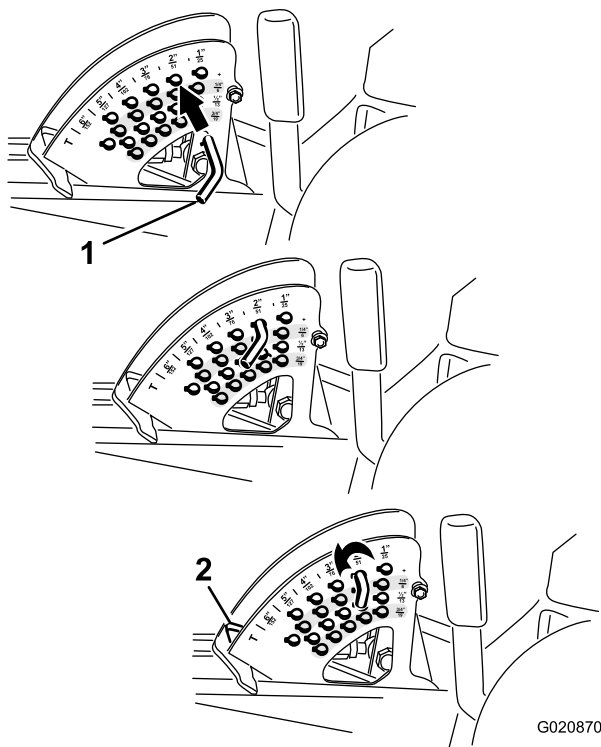

Bild 27
2. Drehen Sie den Anschlagstift so lange, bis der Rollstift innen mit den Schlitz in den Löchern in der Schnitthöhenhalterung ausgefluchtet ist. Nehmen Sie ihn dann ab (Bild 27).
3. Wählen Sie ein Loch in der Schnitthöhenhalterung, das der gewünschten Schnitthöhe entspricht, stecken Sie den Stift ein und drehen Sie ihn nach unten, um ihn zu arretieren (Bild 27).
Hinweis: Es gibt vier Reihen der Lochpositionen (Bild 27). Die oberste Reihe ergibt die Schnitthöhe, die über dem Stift steht. Die zweite Reihe ergibt die Schnitthöhe plus 6 mm. Die dritte Reihe ergibt die Schnitthöhe plus 12 mm. Die unterste Reihe ergibt die Schnitthöhe plus 18 mm. Für die Stellung von 15,8 cm gibt es nur ein Loch, das in der zweiten Reihe ist. Mit diesem Loch werden nicht 6 mm den 15,2 cm hinzugefügt.